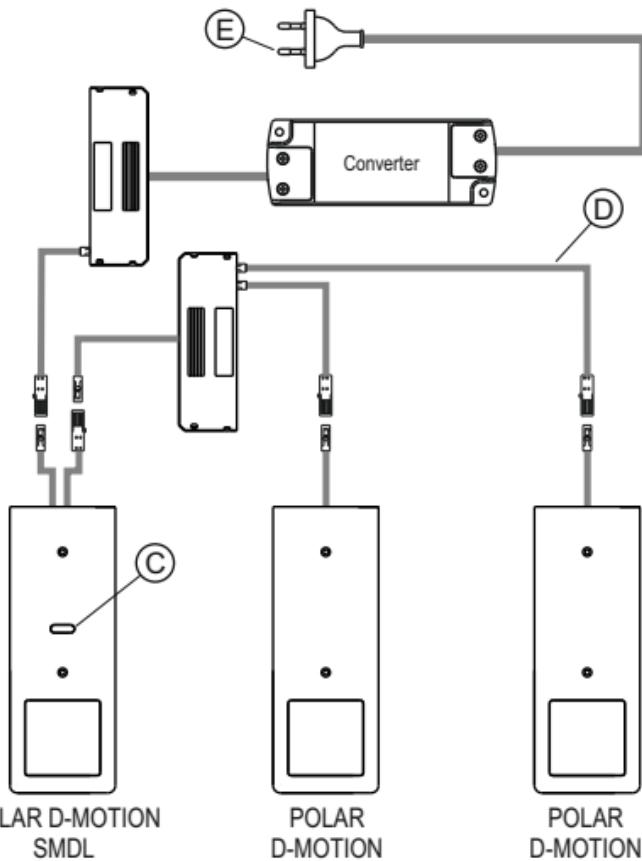

Fig 4
The output cable of **POLAR D-MOTION SMDL** can handle a load of max. 72W @ 24VDC included the absorption of the device figure 4.
Der Ausgang (output cable) des **POLAR D-MOTION SMDL** kann eine maximale Last von 72W@24Vdc einschließlich der Stromaufnahme steuern (abb.4).
La sortie (output cable) du **POLAR D-MOTION SMDL** peut commander une charge maximum de 72W à 24Vdc, incluant l'absorption de l'appareil (fig.4).
El encendido y apagado del aparato simplemente llevando la mano al interruptor IR-sensibles (C), manteniendo una mano firme al frente de la misma, se puede ajustar la intensidad de la luz. Un breve destello de la luz pública indica la consecución de la máxima luminosidad. El nivel de luminosidad ajustado quedará memorizado hasta la próxima regulación. La salida (output cable) del **POLAR D-MOTION SMDL** puede controlar una carga de máx. 72W @ 24Vdc incluido la absorción del aparato (fig.4).